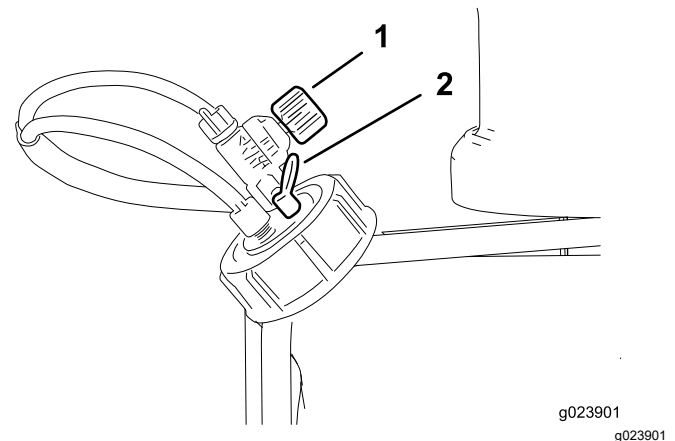

Figura 32
- Válvula del regulador de espuma – esta válvula controla la consistencia de la solución de espuma. Ajuste la válvula para controlar la cantidad de solución jabonosa enviada a las boquillas de espuma. Un flujo mayor producirá gotas de espuma más grandes, y con mayor frecuencia; un flujo reducido producirá gotas de espuma más pequeñas y con menos frecuencia (Figura 32).
- Válvula de alivio de la presión – tire hacia fuera de la pestaña roja del tapón del depósito para aliviar la presión del depósito (Figura 32).